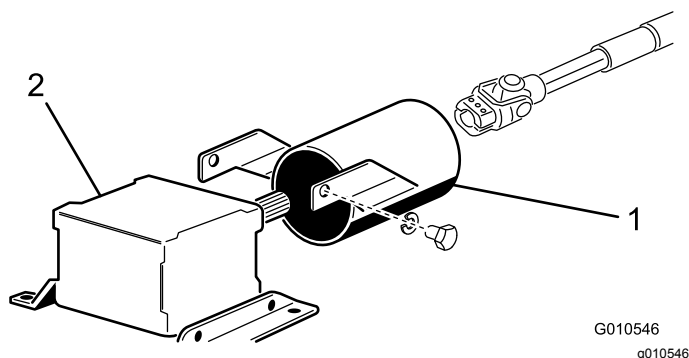

図 8
1. PTO ガード取り付けブラケットをギアボックスに固定しているキャップスクリュ2本とロックワッシャを外す 図 8。
2. PTO シャフトガードを PTO シャフトに通し、図 8 のように位置決めする。